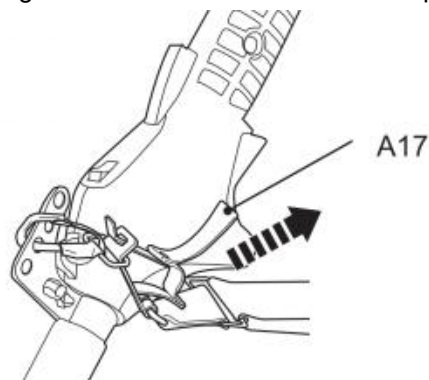

Fig. 34
5. In caso di emergenza, tenere la maniglia anteriore (A27) con la mano sinistra e tirare la corda (A17) con la mano destra (Fig. 34). La barra di bloccaggio metallica si sgancerà automaticamente dalla clip di fissaggio a causa del peso del prodotto.